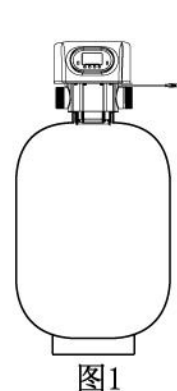

图1
1、从树脂罐内取出中心管，将树脂罐初步就位，再将控制阀旋紧于树脂罐罐口上，适当旋转挪动树脂罐，使控制阀的朝向便于观察操作及管路安装；树脂罐的位置最终确定后，在树脂罐底部侧面与地面上均应划出定位标志，避免装树脂时引发树脂罐位置错动后，最终控制阀的定位受到影响。（图1）